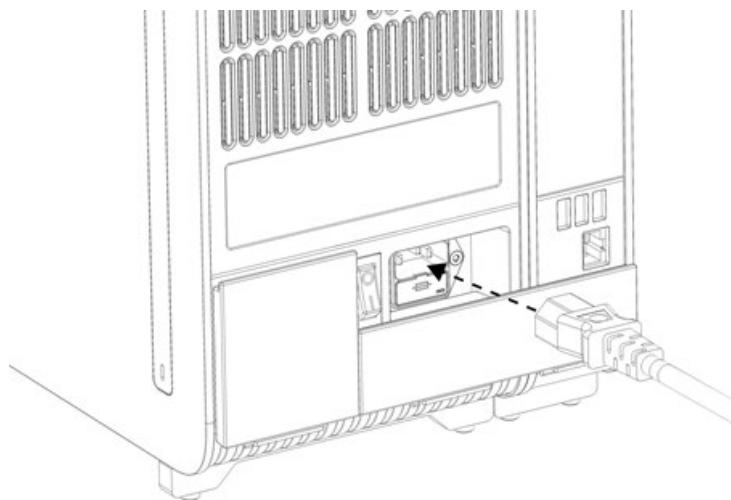

Figure 20. Connexion du cordon d'alimentation.
8. Connectez le cordon d'alimentation fourni avec le QIAstat-Dx Analyzer 2.0 à l'arrière du module analytique original (figure 20).